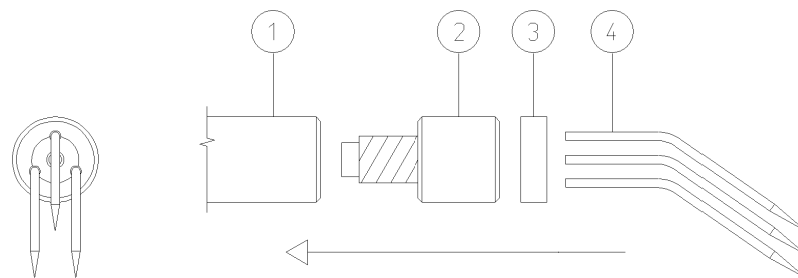

Abbildung 1.
**5.2.3. Option Pinner mit Kopfklaue (siehe Abbildung 1)**
7. Drehen Sie den Pinnerkopf (2) in das Gehäuse (1).
8. Drücken Sie die Spitzen (4) mit der flachen Seite durch die Teflonscheibe (3).
9. Drücken Sie anschließend die Spitzen so weit wie möglich in den Pinnerkopf (2).
10. Schieben Sie die Teflonscheibe (3) gegen den Pinnerkopf (2).
12. Bringen Sie die Spitzen (4) in die richtige Position.